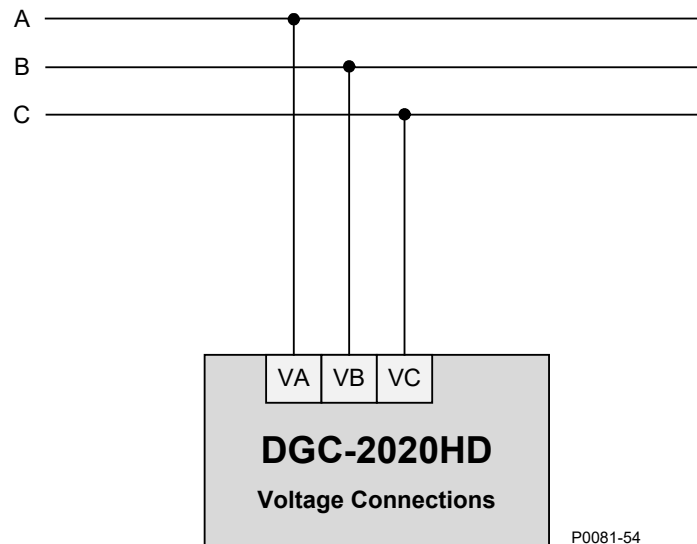

Figura 3-3. Conexiones trifásicas en triángulo
- Trifásica en triánguloFigura 3-3
La Figura 3-3 muestra conexiones trifásicas en triángulo típicas para todas las conexiones de detección de tensión en el bus del DGC-2020HD: Generador, Bus 1 y Bus 2. Utilice los números de terminales enumerados a continuación para conectar el tipo de bus deseado. Para obtener las numeraciones de terminales del panel trasero, consulte el capítulo *Terminales y conectores*.